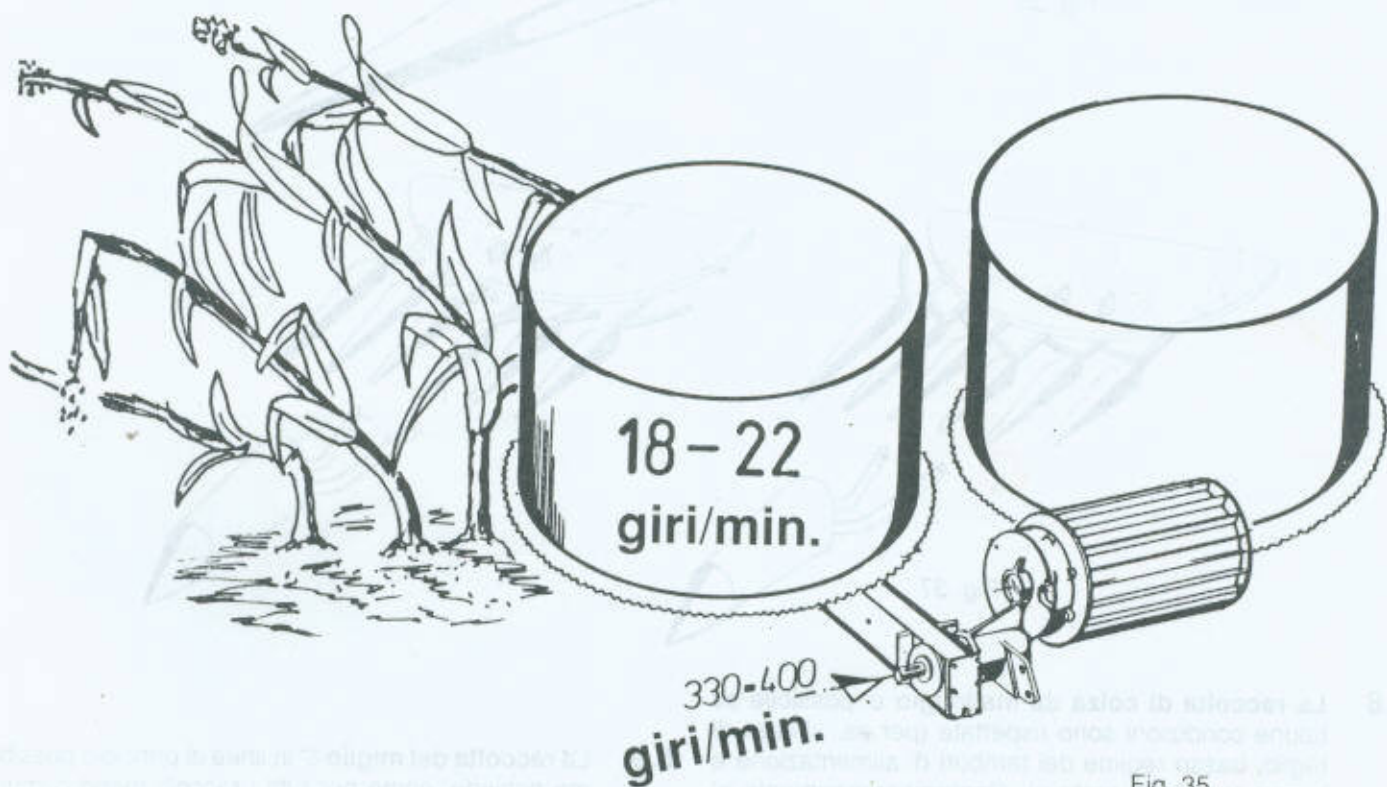

Fig. 35
9. Quel che conta e' il regime all'innesto dell'albero di rinvio della testata (vedere fig. 35). Questo dovra' essere di circa 330/370 giri/min.